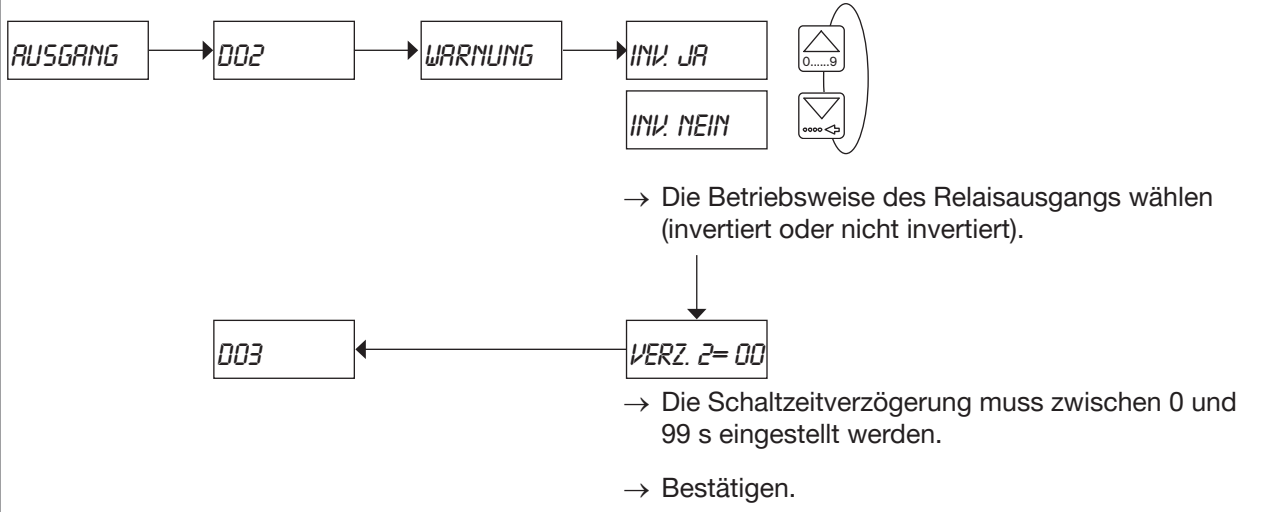

Abb. 38: Konfiguration des Transistorausgangs DO2 oder DO3 zur Anzeige der Generierung einer Warnmeldung
- zum Schalten einer Last, wenn vom Gerät eine Warnmeldung generiert wird. Siehe Abb. 38.